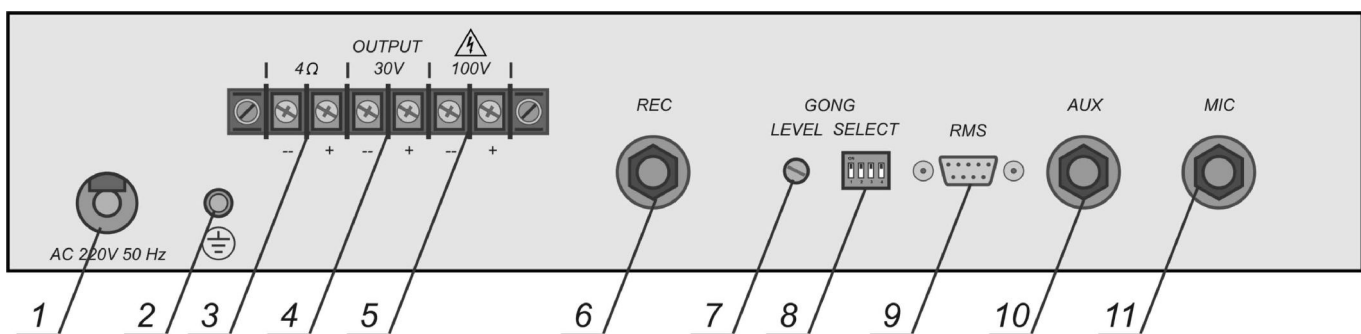

Рисунок 3
8.2 Розміщення роз'ємів та клем на задній панелі підсилювача наведено на рис. 3.